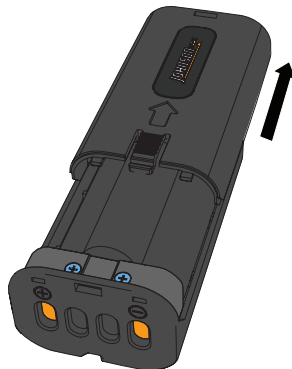

Figura 6
4. Si está reemplazando las baterías alcalinas opcional, deslice para sacar la cubierta de la caja para batería e inserte tres baterías alcalinas "AA" en la caja de acuerdo con la polaridad ilustrada en el interior. (Figura 6)